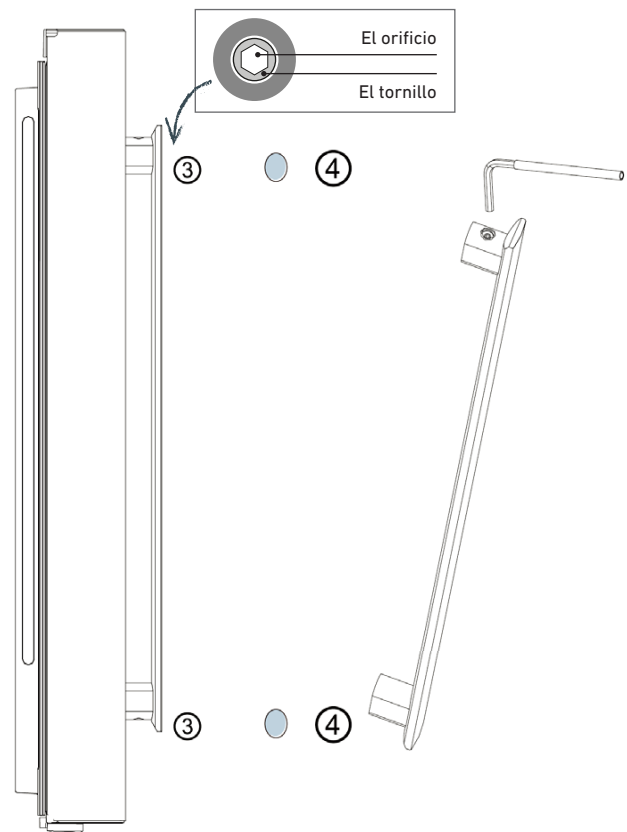

Figura 9
- 2) Ponga el tirador en la puerta, sobre el perno ① y compruebe que quede alineado con la superficie de la puerta. Consulte la Figura 9.
- 3) Fije el tirador girando el tornillo ③ en el extremo, a continuación, compruebe que esté bien montada sacudiéndola con suavidad.
- 4) Instale el tapón ④ sobre el orificio del tornillo del tirador para completar la instalación.